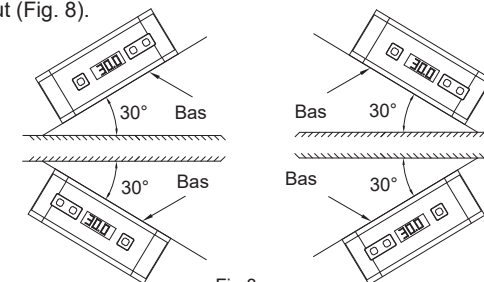

Fig.8
7. L'instrument peut être utilisé dans 4 orientations différentes, l'écran se retourne lorsque la partie inférieure est tournée vers le haut (Fig. 8).